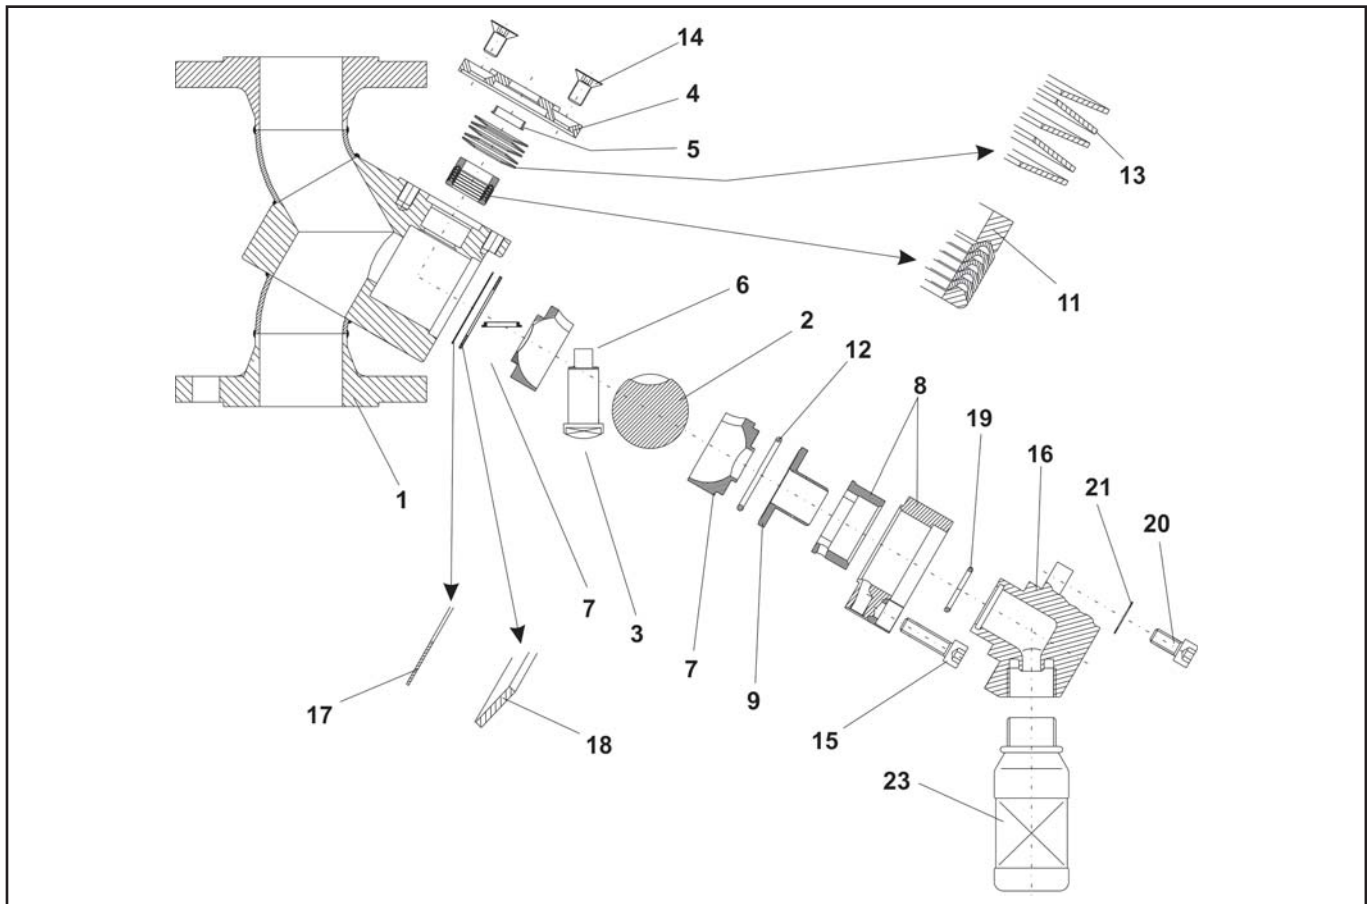

Bild 3 - Explosionszeichnung des Probenehmerhahns BR 27g
Die Dichtscheibe (17) und die Tellerfeder (18) werden in das Gehäuse eingelegt. Die Lage der Tellerfeder ist der Explosionszeichnung (Bild 3) zu entnehmen.
Die Anordnung der Dachmanschetten sowie der Tellerfedern ist der Explosionszeichnung (Bild 3) zu entnehmen.